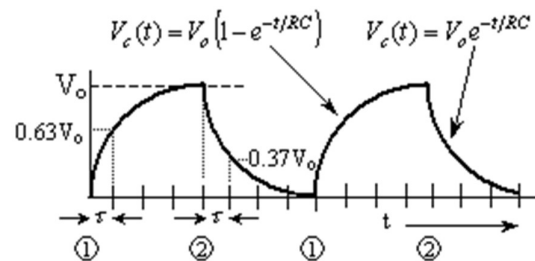

Figure 4b. Aperçu de la tension aux bornes du condensateur.
Le condensateur répond à l'onde de tension d'entrée-carré en passant par un processus de chargement et de déchargement. Il est indiqué ci-dessous que, pendant le cycle de charge, la tension aux bornes du condensateur est $V_c(t) = V_o \left(1 - e^{-t/RC}\right)$ (figure 4b).
Lorsque le commutateur est en position ②, le condensateur se décharge. Il peut également être démontré que pendant le cycle de décharge, la tension aux bornes du condensateur est $V_c(t) = V_o e^{-t/RC}$ (la figure 4b).